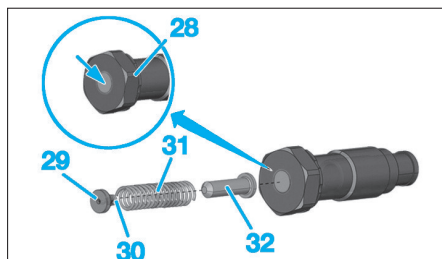

FIG. 11
- Percer l'ancien tendeur de chaîne de distribution (28) en son centre au diamètre 10,75 mm (Fig.11).
- le clapet (29),
- la bille (30),
- le ressort (31),
- le guide (32).